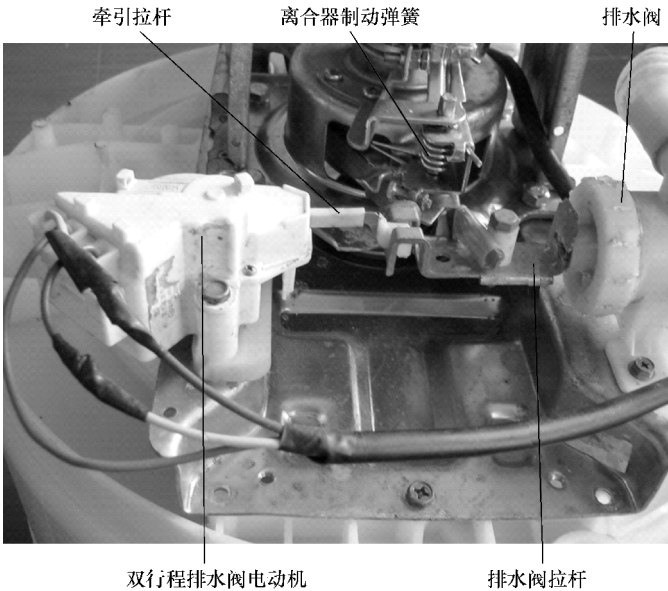

图 1-62 全自动波轮洗衣机上的排水电磁阀电动机
3) 排水电磁阀电动机工作原理：排水电磁阀电动机（见图 1-62）一般装配于具有静音设计的全自动波轮洗衣机中，与排水电磁阀相比它能够以缓慢的速度拉启排水阀，不会产生电磁铁的吸合声音。